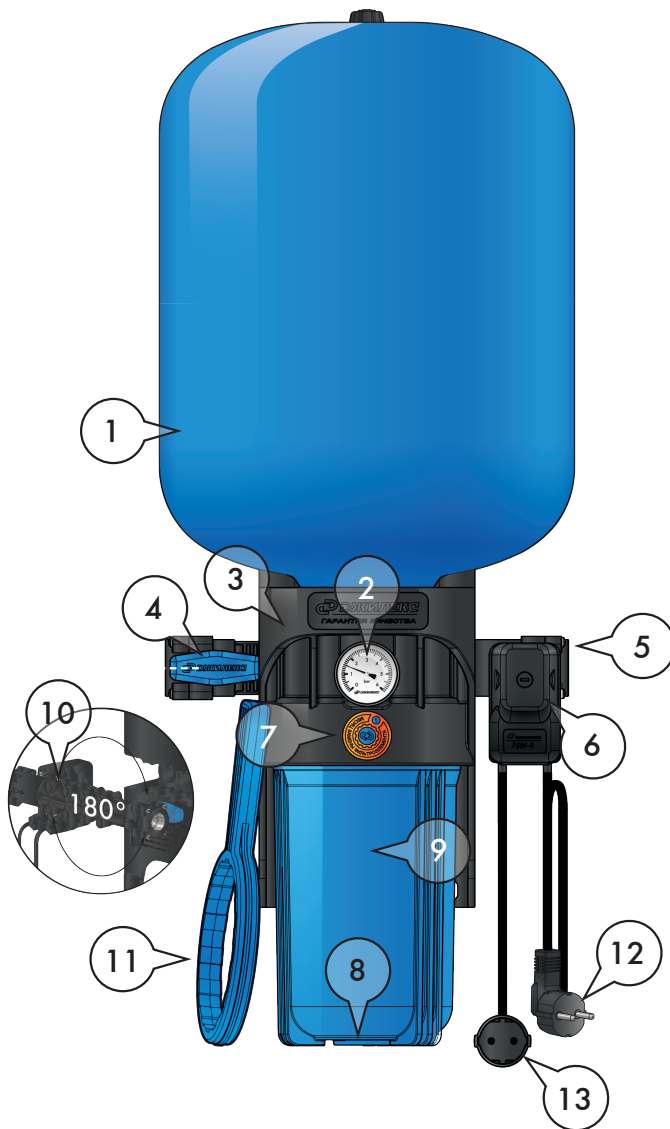

Рисунок 3
КРАБ-Т (рисунок 3) содержит стационарно закрепляемый на опорной поверхности (стене) корпус (3), являющийся базой; к нему присоединяются:
- гидроаккумулятор (1); гидроаккумулятор имеет наружную резьбу на фланце и навинчивается сверху на корпус, содержащий ответное резьбовое отверстие, уплотняется торцевым или радиальным эластичным уплотнителем;
- пластмассовая колба (9) с фильтрующим картриджем (14) размером SLIMLINE 10" для моделей КРАБ-Т 10, 24, 50\* (за исключением системы КРАБ-Т 18) или пластмассовая колба (9) для картриджа размером BIG BLUE 10" (для системы КРАБ-Т 50\*) или BIG BLUE 20" (для системы КРАБ-Т 100) с сливной пробкой (8). Колба картриджного фильтра имеет наружную резьбу и навинчивается снизу на корпус, содержащий ответное резьбовое отверстие, уплотняется торцевым или радиальным эластичным уплотнителем; в нижней части колбы расположена сливная пробка, уплотняемая эластичным уплотнителем; для монтажа/демонтажа колбы к комплекту прилагается ключ (11);
- манометр (2);
- устройство индикации месяца замены фильтрующего картриджа (7);
- съемный коллектор (10), который содержит встроенный шаровой кран (4) с резьбовым патрубком на выходе, обратный клапан с резьбовым патрубком на входе (5), присоединительный штуцер для реле давления; коллектор содержит 3 цилиндрических патрубка и вставляется в ответные отверстия корпуса с возможностью обеспечить подачу воды слева направо или справа налево; уплотняется эластичным уплотнителем, фиксируется на корпусе винтами;
- реле давления РДМ – 5 (6).